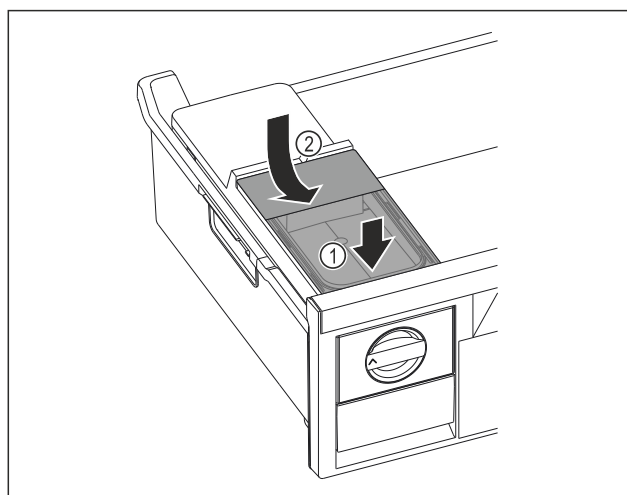

Fig. 70
- ▶ Zbiornik wody wsunąć od przodu. Fig. 70 (1)
- ▶ Zbiornik wody opuścić z tyłu. Fig. 70 (2)